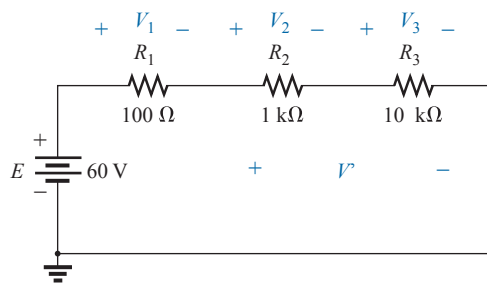

Figura 5.110 Problema 26.
26. Para a configuração na Figura 5.110, com valores de resistor padrão responda: